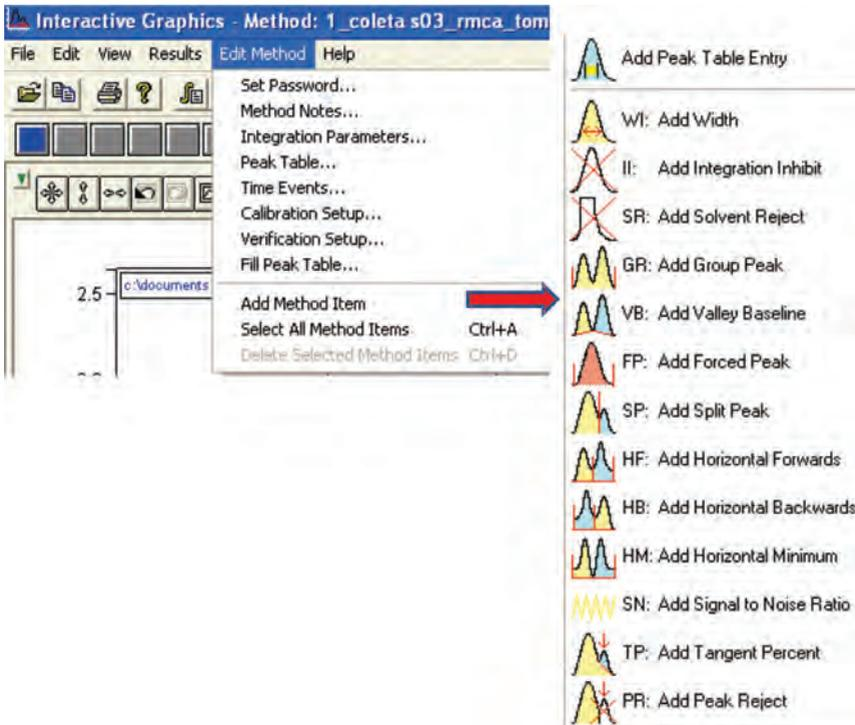

Figura 41. Comandos para adição de eventos de tempo no método em análise.
- **Interactive Gratic** → clicar em **Edit Method** → **Add Method Item**; seleccionar o evento a ser adicionado (Figura 41). Depois de alterar qualquer parâmetro de análise, clicar em **Results**, ir em → **Reintegration List** → seleccionar a opção **Clear Coefficients at Start of List** → **Calculate Results** **Save Changes** ou **Reintegrate Now** (↻) (modificação de apenas um cromatograma).